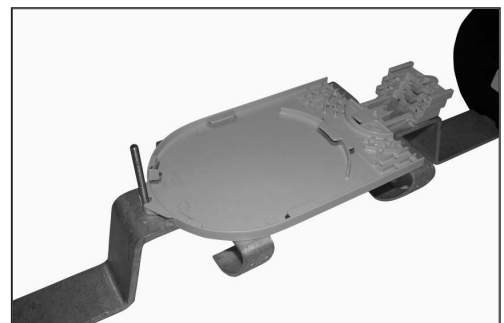

Figura 49
8.1 Acomode a bandeja de transição na barra de gerenciamento (figura 49).